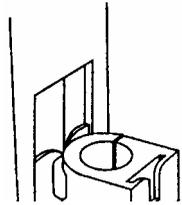

图 5 - 将支架的凹槽插进仪器的右边
2. 轻轻地将支架的边缘对准仪器后，滑进去。确保支架安全准确地固定好。参见图 5。